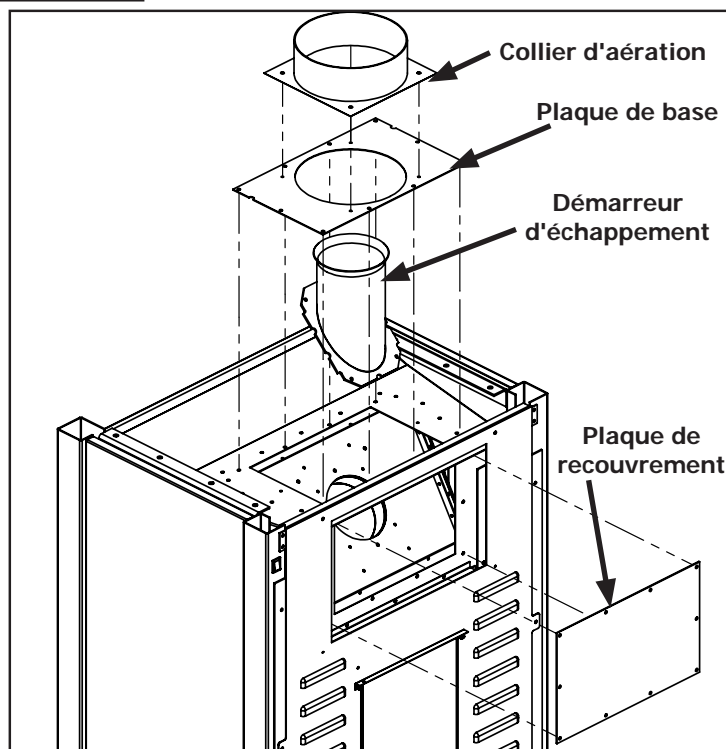

Figure 26: Conversion de ventilation – Étape 2
Étape 2 : Ensuite, retirez le collier d'aération, la plaque de base, la plaque de recouvrement et le robinet d'échappement (28 vis au total) comme indiqué sur la figure 26.